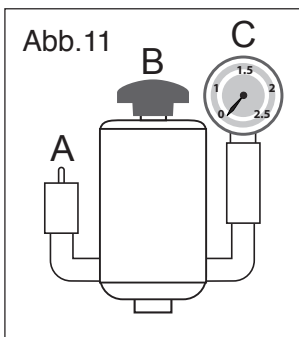

Abb.11
1. Einen (nach Material und Fassungsvermögen geeigneten) Behälter unter den Abflusshahn stellen (Abb. 11).
Während des Betriebs wird der Druck im Zwischenraum durch das Manometer am Ventil erfasst (Abb. 11 C), bei Überschreitung von 50 kPa wird automatisch der Entlüfter betätigt (Abb. 11 A).
Das Druck-Sicherheitsventil kann durch Drücken auf dessen Knopf (Abb. 11 B) von Hand betätigt werden, so kann der Druck in der Leitung vermindert werden.